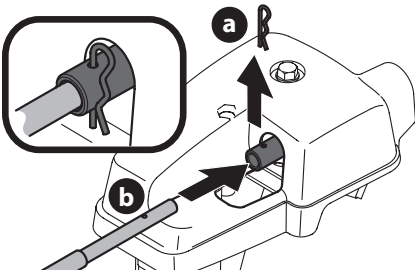

Figura 29
- Retire el broche de horquilla (a) de la parte posterior del cabezal de control del canal (Figura 29).
- Inserte el eje flexible (b) en la parte posterior del cabezal de control del canal y sujete con el broche de horquilla (a) que extrajo en el Paso 4 (Figura 29).